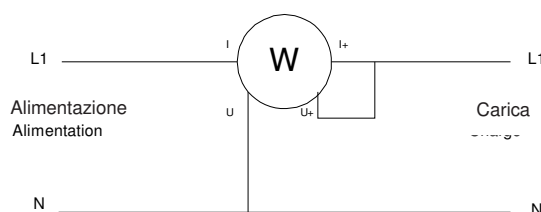
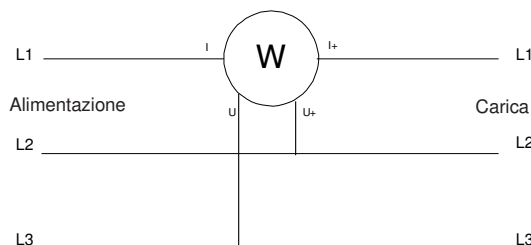

Fig 4.4.1 Schema di collegamento in monofase
Fig 4.4.2 Schema di collegamento in Trifase 3 Fili Equilibrati (unicamente PX 120)
Applicare lo schema di collegamento della Fig. 4.4.1. (monofasato) oppure della Fig. 4.4.2. (Trifasato equilibrato, T3FE unicamente PX 120), a seconda i casi, verificando, se possibile, che non superi i limiti massimi ammissibili (vedi tabella di sotto) La commutazione di portata è automatica.
3. Applicare lo schema di collegamento della Fig. 4.4.1. (monofasato) oppure della Fig. 4.4.2. (Trifasato equilibrato, T3FE unicamente PX 120), a seconda i casi, verificando, se possibile, che non superi i limiti massimi ammissibili (vedi tabella di sotto)
3. Applicare lo schema di collegamento della Fig. 4.4.1. oppure della Fig. 4.4.2. (T3FE unicamente PX 120), a seconda i casi, verificando, se possibile, che non superi i limiti massimi ammissibili (vedi tabella di sotto) La commutazione di portata è automatica.